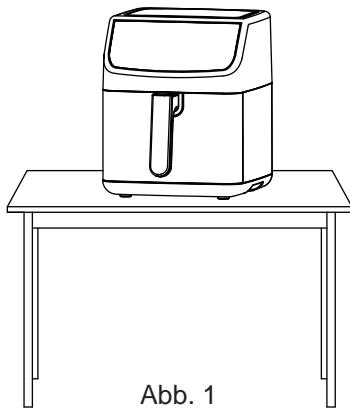
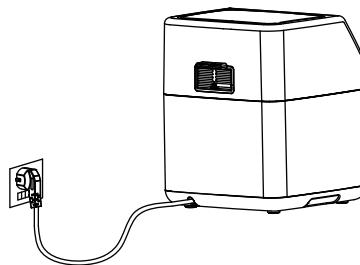

Abb. 1
Abb. 2
1. Stellen Sie das Gerät auf einen ebenen Untergrund (Abb. 1); stellen Sie es so hin, dass das Netzkabel bequem an eine Steckdose angeschlossen werden kann (Abb. 2). Lassen Sie genügend Platz für eine ausreichende Ventilation um das Gerät herum und stellen Sie das Gerät nicht in der Nähe leicht brennbarer Materialien auf.